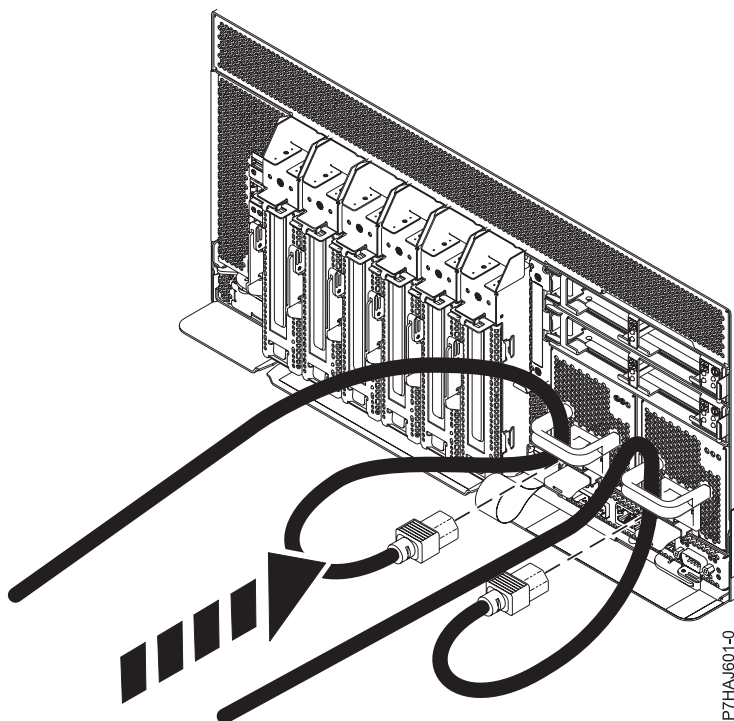

Abbildung 9. Netzkabel anschließen
2. Schließen Sie das Netzkabel erneut an die Systemeinheit an (siehe Abb. 9 auf Seite 26). Achten Sie darauf, dass die Kabel durch die Griffe verlaufen.